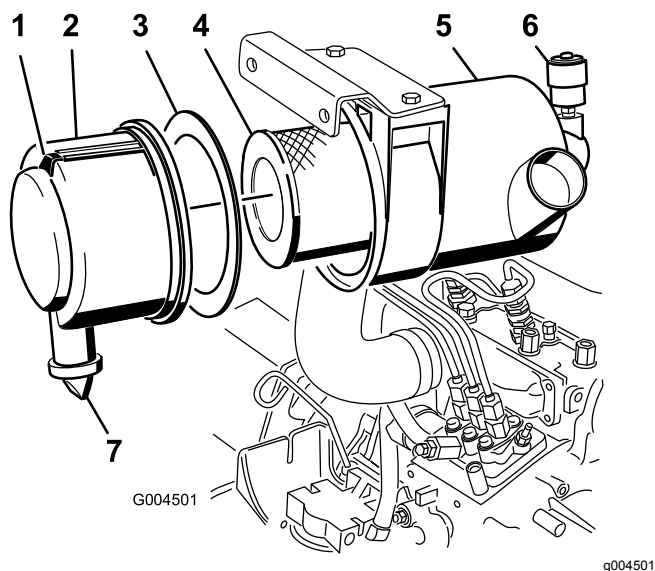

Figure 64
3. Faites l'entretien du filtre à air quand l'indicateur de colmatage (Figure 64) est rouge ou toutes les 400 heures (plus fréquemment si vous travaillez dans une atmosphère extrêmement poussiéreuse ou sale).
1. Tirez le verrou vers l'extérieur et tournez le couvercle du filtre à air dans le sens antihoraire (Figure 64).
2. Déposez le couvercle du boîtier du filtre à air (Figure 64).
4. Déposez et remplacez le préfiltre (Figure 64).
6. Vérifiez que le joint en mousse est en place dans le couvercle et qu'il n'est pas déchiré ou endommagé (Figure 64).
A. Retirez la valve de sortie en caoutchouc du couvercle (Figure 64).
10. Réarmez l'indicateur de colmatage (Figure 64) s'il est rouge.